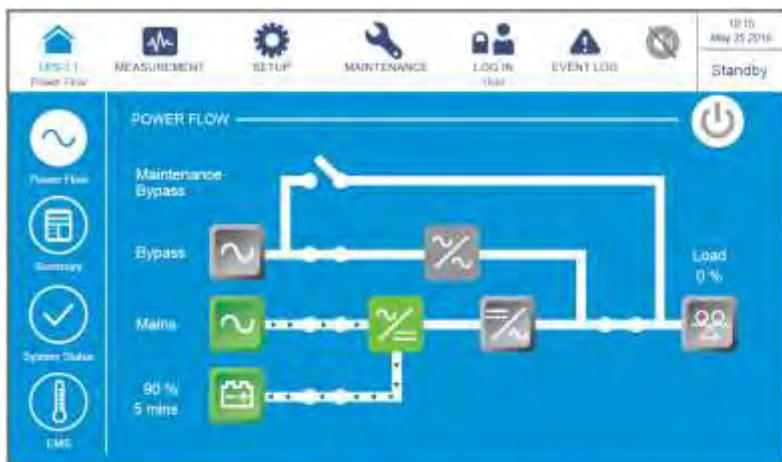

Рисунок 6-59: Экран режима ожидания
- 3) После выбора 'YES', ИБП отключит инвертор и прекратит подачу питания с каждого силового модуля. Поскольку в режиме преобразования частоты нет байпасного выхода питания, питание будет прекращено сразу после выключения инвертора. В этот момент силовые модули продолжают заряжать батареи, трехцветный светодиодный индикатор загорается желтым цветом, и появляется следующий экран (**Рисунок 6-59**). Расположение трехцветного светодиодного индикатора см. на **Рисунке 2-11**.